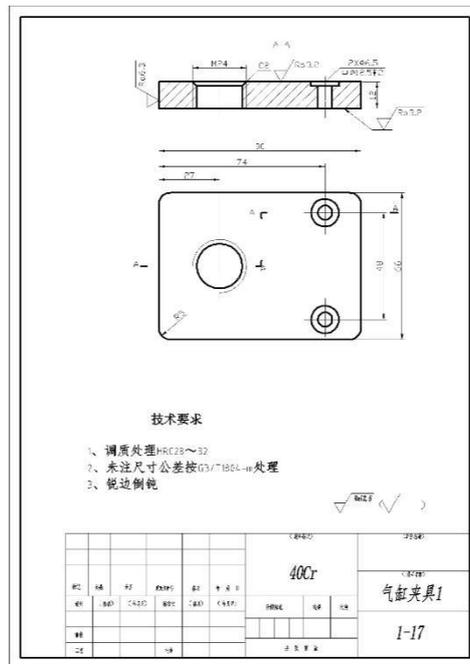

图 1-1-17 气缸夹具 1
(1) 任务描述：根据提供的实物，手工测绘机械零件——气缸夹具1。零件照片见图1-1-17。